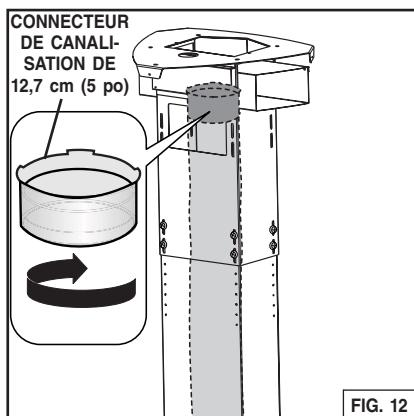

FIG. 12
- Tournez sur le connecteur de canalisation de 12,7 cm (5 po). Fig. 12.